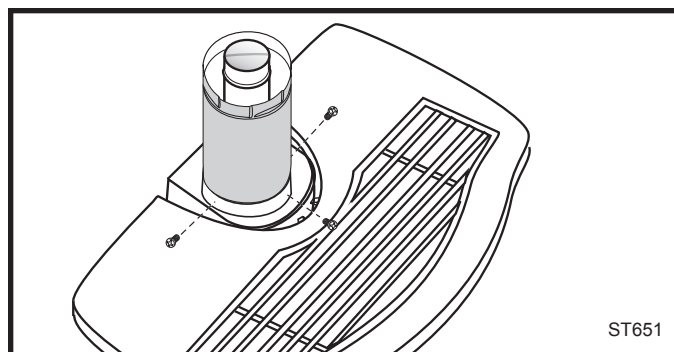

Fig. 23 Installation du conduit de raccordement extérieur DuraVent.
2. Installez le conduit de raccordement de ventilation. Orientez le joint vertical vers l'arrière, puis insérez l'extrémité de sertissage du conduit extérieur dans le collier de fumée avant de fixer l'ensemble au moyen des vis à tôle prévues à cet effet. (Fig. 23)